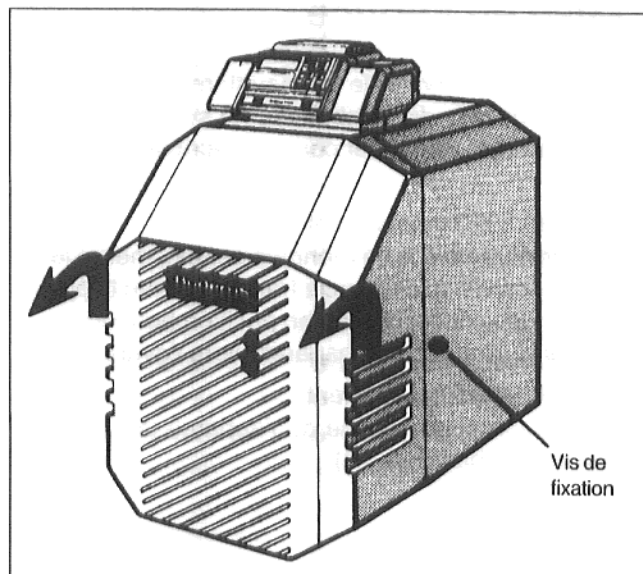

Fig. 23
- Soulever légèrement le capôt de la porte du brûleur (ou le capot du brûleur), et le tirer vers l'avant. Pour les chaudières Unit, dévisser d'abord les vis de fixation des parois latérales gauche et droite (Fig. 23), puis soulever légèrement le capot du brûleur, et le tirer vers l'avant.
- Retirer le capot de la porte du brûleur, comme indiqué ci-dessus (Fig. 23).